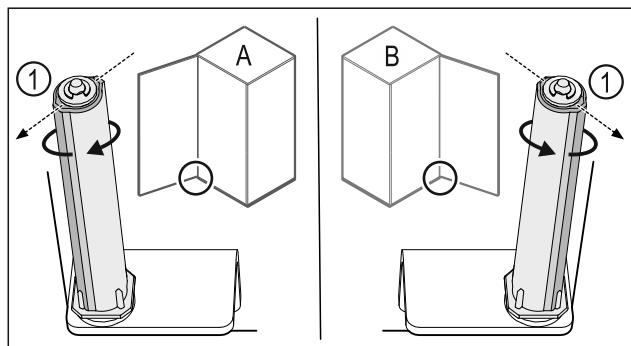

Fig. 49 Розкриття ліворуч (A) / Розкриття праворуч (B)
- Систему закриття повернти проти опору доки перемичка системи закриття Fig. 49 (1) не показуватиме назовні.